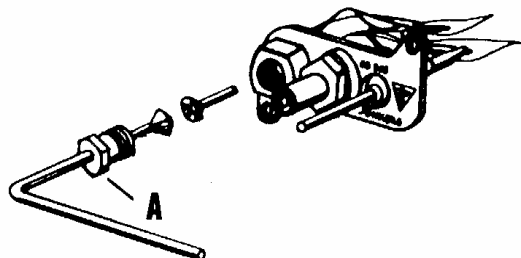

Fig. 4
Die Spannmutter (A) der Zündflammenleitung losdrehen und die Leitung aus dem Zündflammenbrenner ziehen. (Fig. 4). Sie müssen die montierte Einspritzdüse kontrollieren und, wenn notwendig, gegen eine neue austauschen. Kontrollieren Sie die Kodenummer (siehe technische Daten). Darauf müssen Sie die Zündflammenleitung wieder montieren.